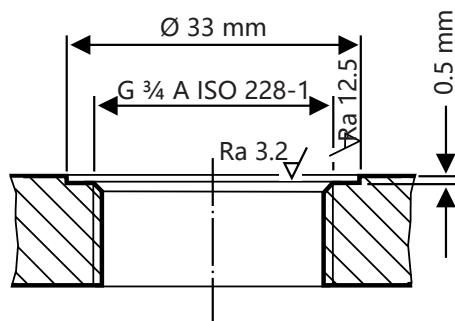
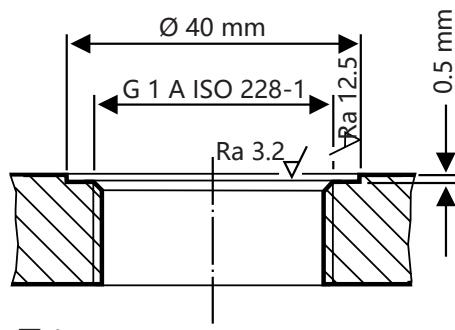

图 14
图 15
- 确保正确处理相应储罐螺纹管接头或法兰盖的密封面，参见 图 14 和 图 15。
必须根据图 14 和图 15 正确处理密封面。